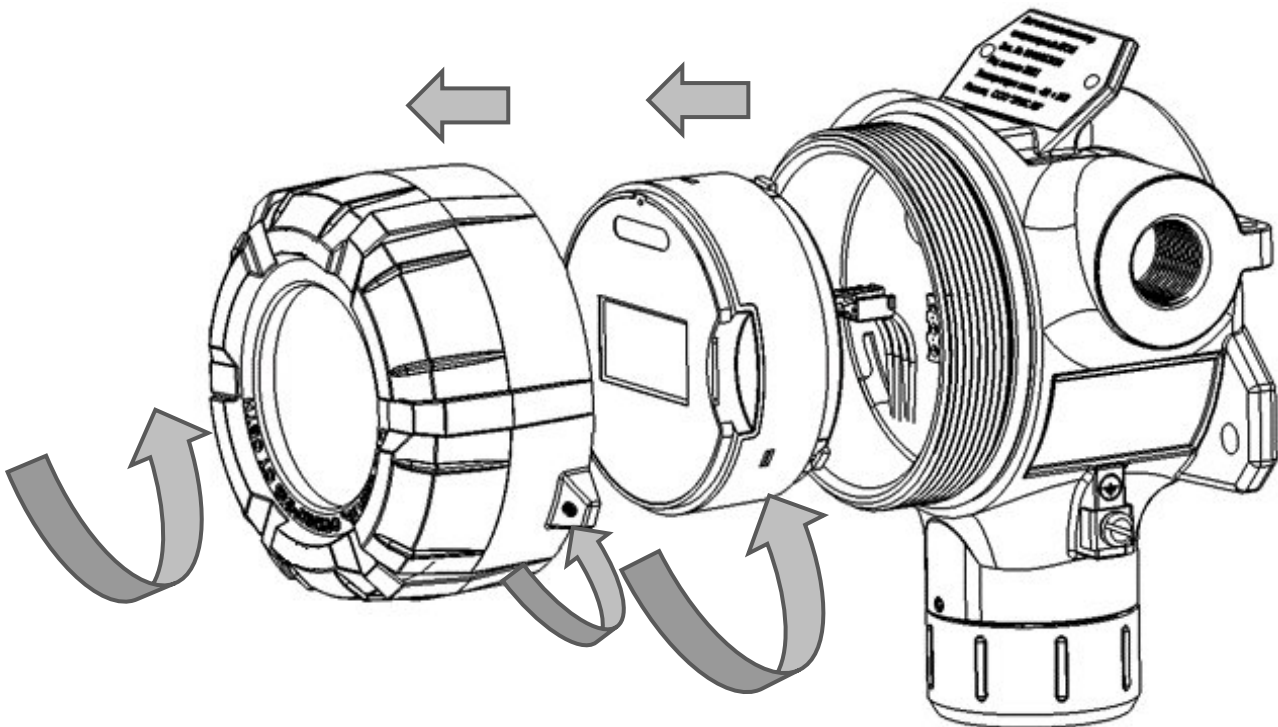

Рисунок 33- Схема разбора газоанализатора
- 1) открутить стопорный винт на верхней крышке газоанализатора (см. рисунок 33). Открутить крышку по резьбе. Снять электронный модуль, повернув его против часовой стрелки, затем потянуть на себя. Во время проведения работ избегать попадания влаги в газоанализатор.
При кратковременном поднесении магнитного ключа к значку  на лицевой панели прибора на дисплее отображается график, показывающий измеренную концентрацию за последнее время работы датчика (см. рисунок 33). Интервал движения графика настраивается в меню (Меню ►Настройка ►Интерфейсы ►Дисплей). Для выхода обратно в режим измерения необходимо поднести магнитный ключ к этому же значку или к значку .